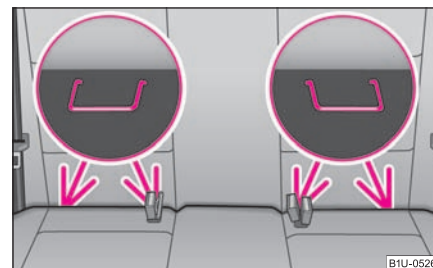

Fig. 137 Inelele de prindere (sistemul ISOFIX)
- Elementul de prindere se introduce în inelele existente la baza îmbinării spătarului scaunului cu pernă ⇒ fig. 137. ►